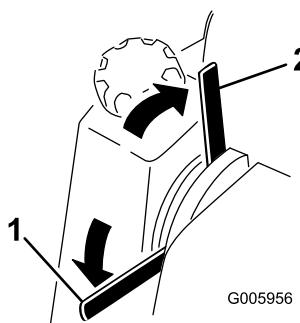

Рисунок 17
1. Переведите рычаг стояночного тормоза в положение включения (Рисунок 17).